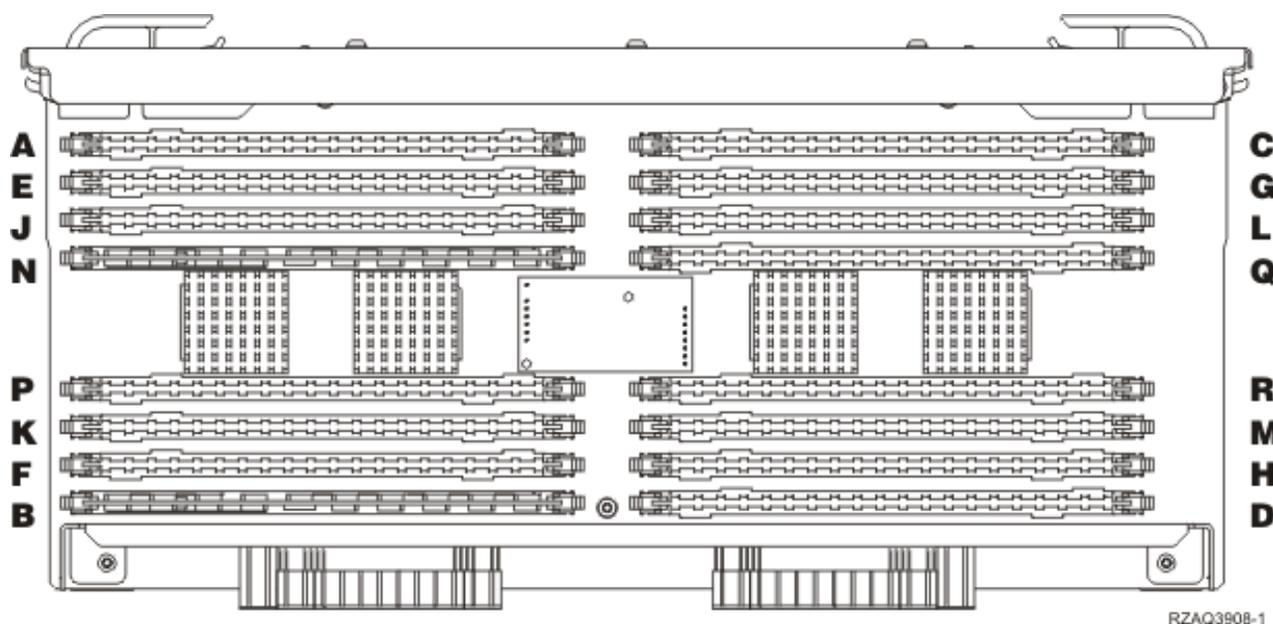

Figura 19. Localizações da Memória no Conjunto de Placas
- A **Figura 19** mostra as localizações da placa de memória no conjunto de placas da memória principal.